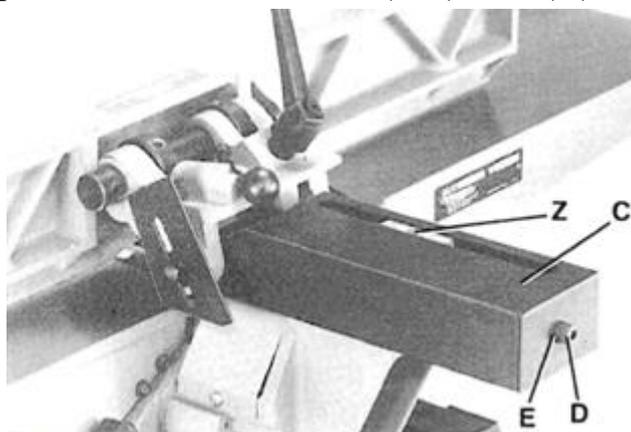

Рис. 19
Закрепите заднее ограждение режущего головки (С) – Рис. 19 на конце шестигранного стержня с помощью винта (5/8") поз. (D) и шайбы (E).
Установите стопорную рукоятку ограждения (F) – Рис. 19 и плоскую
шайбу (G) в отверстие (Z) – Рис. 19.
Стопорная рукоятка (F) – Рис. 19 имеет пружинную нагрузку и может перемещаться посредством вытягивания и установки на зубчатую гайку, расположенную под рукояткой.
Закрутите рукоятку наклона ограждения (H) – Рис. 19 в резьбовое отверстие с задней стороны ограждения, как показано на рисунке.